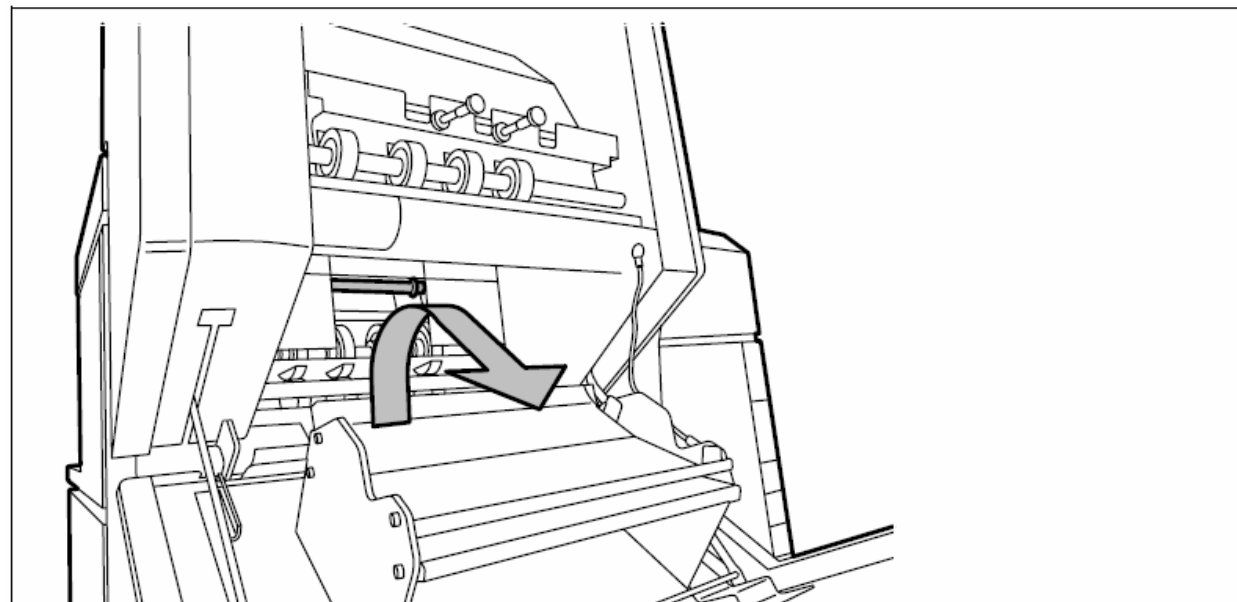

Рисунок 145: Показано, как открывать отсек с нижней пластиной
5. Освободите ручку зеленого цвета в нижней секции ленточного устройства вывода (для этого слегка приподнимите ручку и продвиньте ее вперед), чтобы открыть нижнюю пластину (смотрите рисунок 145).